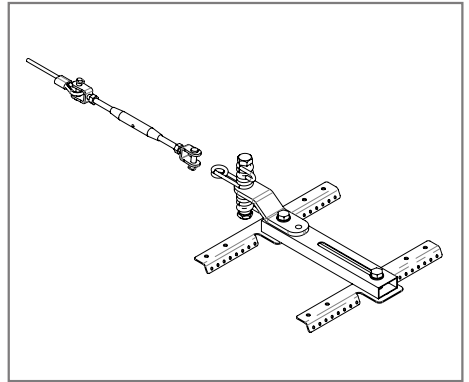

Figura 4
- Tendere il cavo d'acciaio e installare il 2° punto di estremità [Figura 4], prestando attenzione a rispettare il verso delle staffe, come illustrato nell'immagine sottostante.